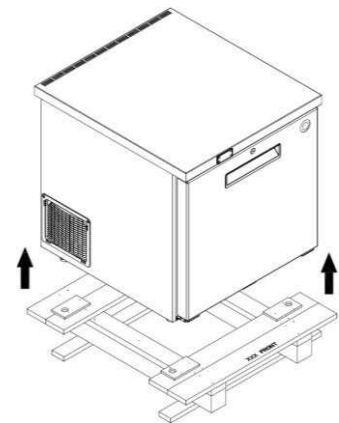

Fig.3
- Skapet kan løftes av pallen for å fjerne trepallen (se fig. 3)